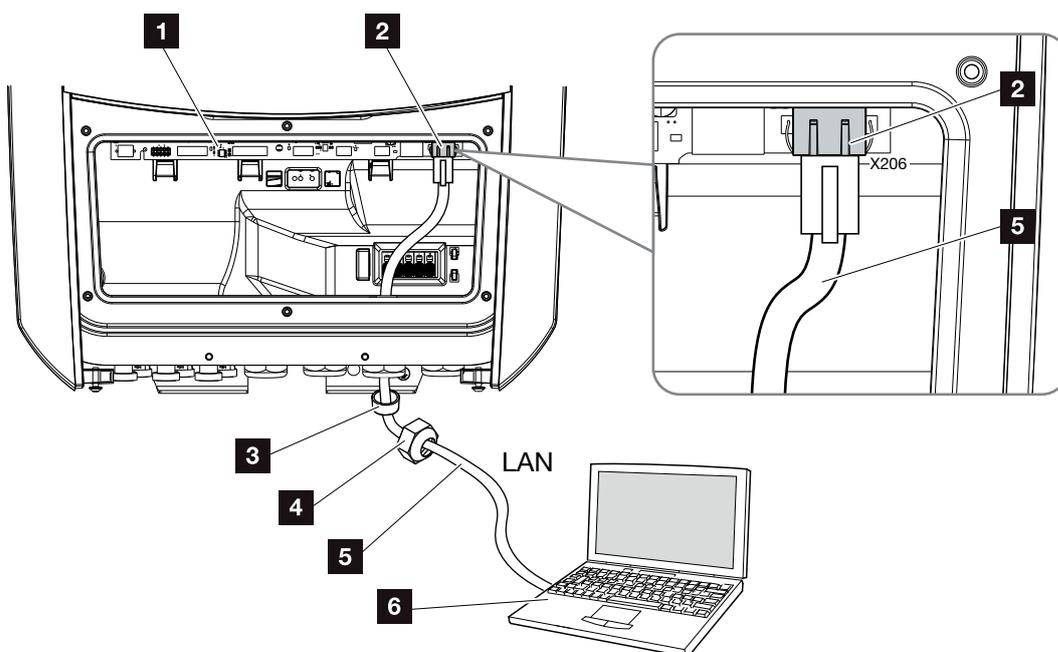

Fig. 34 : Connexion de l'onduleur et de l'ordinateur au moyen d'un câble Ethernet
3. Raccorder le câble Ethernet à l'interface LAN de la carte de communication SCB (Smart Communication Board).  **Fig. 34, pos. 2**